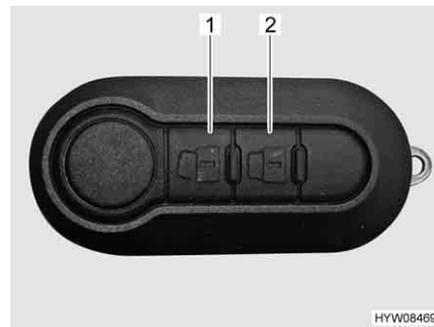

Fig. 40 Mando a distancia del cierre centralizado
- Pulsar el pulsador  (Fig. 40,1) una vez brevemente. Las cerraduras de las puertas estarán desbloqueadas.
- Pulsar el pulsador  (Fig. 40,2) una vez brevemente. Las cerraduras de las puertas estarán bloqueadas.